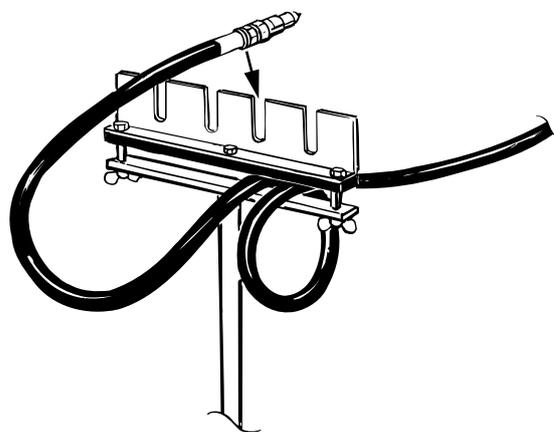

Рис. 5.4
3. Опустите машину, чтобы зубья бороны и транспортировочные колеса находились на земле. Заблокируйте подъемный цилиндр центральной секции с помощью желтого фиксирующего устройства. См. “Рис. 5.4”.